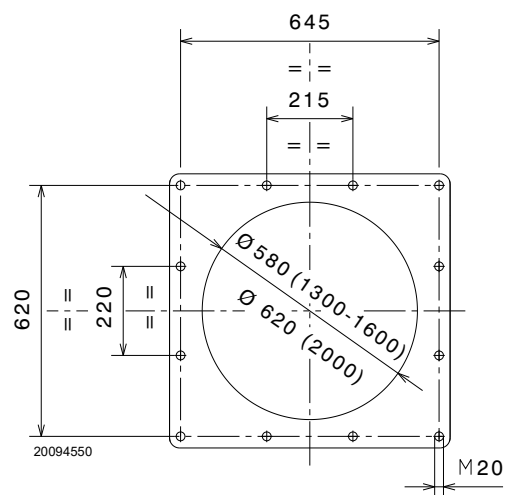

Fig. 12
Percer la plaque de fermeture de la chambre de combustion comme indiqué dans la Fig. 12. La position des trous filetés peut être tracée en utilisant l'écran thermique fourni avec le brûleur.
- Introduire tout le brûleur sur le trou de la chaudière, précédemment prédisposé, comme illustré sur la Fig. 12, et le fixer avec les vis fournies de série.